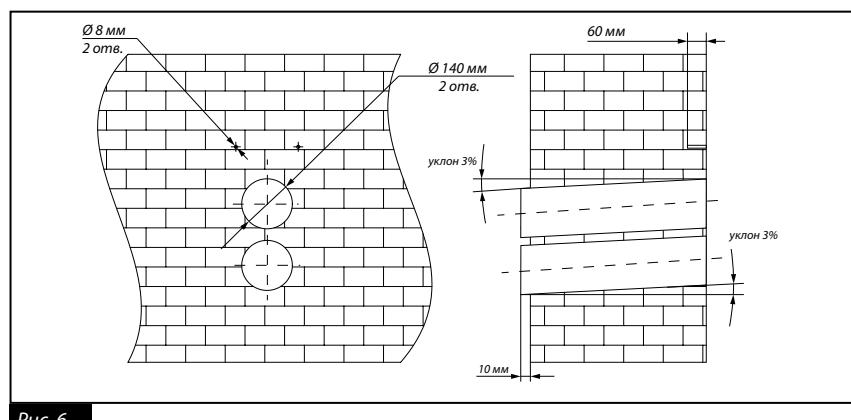

Рис. 6.
3. Снимите шаблон и высверлите сквозные отверстия для воздуховодов под наклоном 2–3° в сторону улицы и отверстия глубиной 60 мм для дюбелей. Установите дюбеля из комплекта поставки в соответствующие отверстия, рис. 6.
3. Снимите шаблон и выверните сквозные отверстия с наклоном 2-3° вниз для воздуховодов и отверстия глубиной 60 мм для дюбелей. Затем установите дюбели из комплекта поставки, рис. 6.